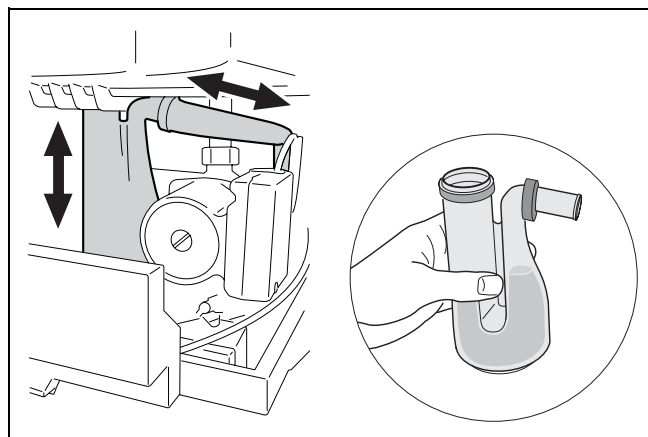

fig. 8 Vandlås fyldes med vand
- Vandlåsen med læbetætning trækkes ned og ud af bøsningen og trækkes ud af afløbet (fig. 8).